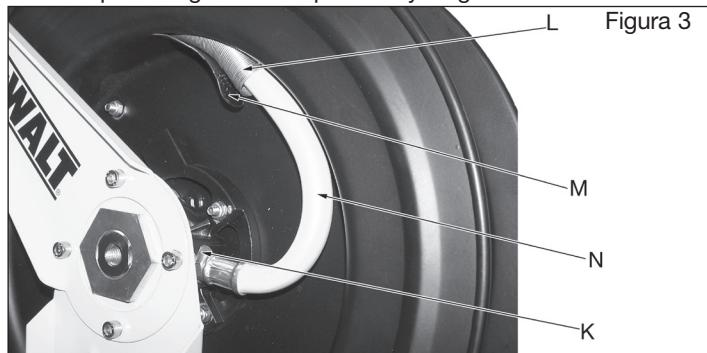

Figura 3
- Asegúrese de que el resorte de protección de la manguera (L) esté en el lugar correcto (consulte la figura 3).